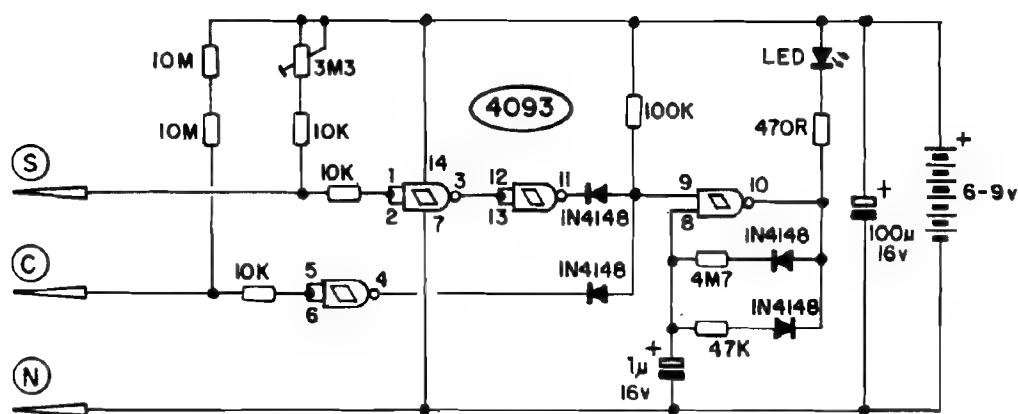

Fig.1
- FIG. 1 - O CIRCUITO - O diagrama mostra, "de cara", que apesar das relativas sofisticacões no seu funcionamento e automatismo, o circuito do ROJA não